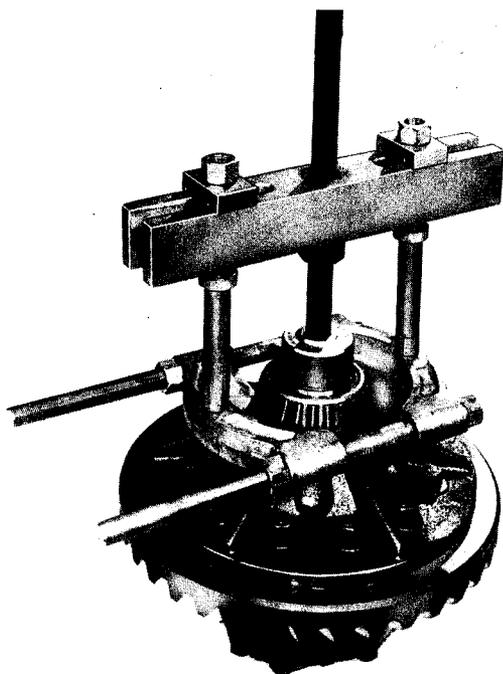

Fig. 15
- 1° Enlever les cônes droit et gauche avec un décolleur (voir fig. 15 et 16).